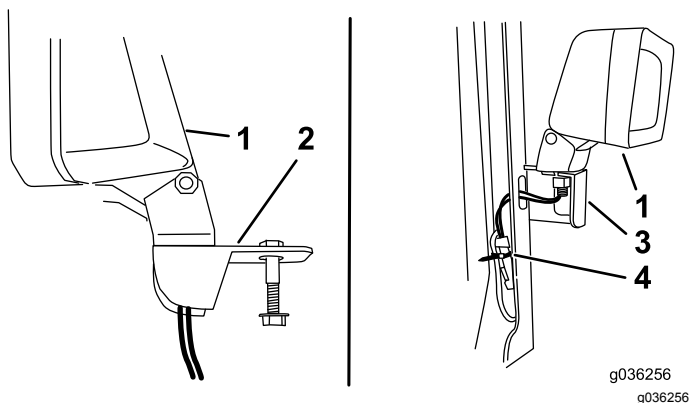

Рисунок 1
4. Снимите передние приборы наружного освещения и монтажные кронштейны с передней платформы (Рисунок 1).
12. Установите фары на переднюю левую и переднюю правую подпорки (Рисунок 1).